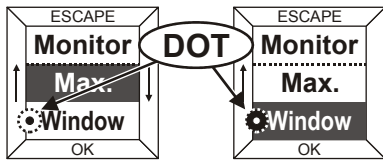

Abb. 5. Kennzeichnung der akt. Einstellung
**HINWEIS:** Die aktuelle Einstellung (z.B. "Ja", "Nein", "Window-Wächter" usw.) ist an einem kleinen Punkt zu erkennen (siehe Abb. 5).